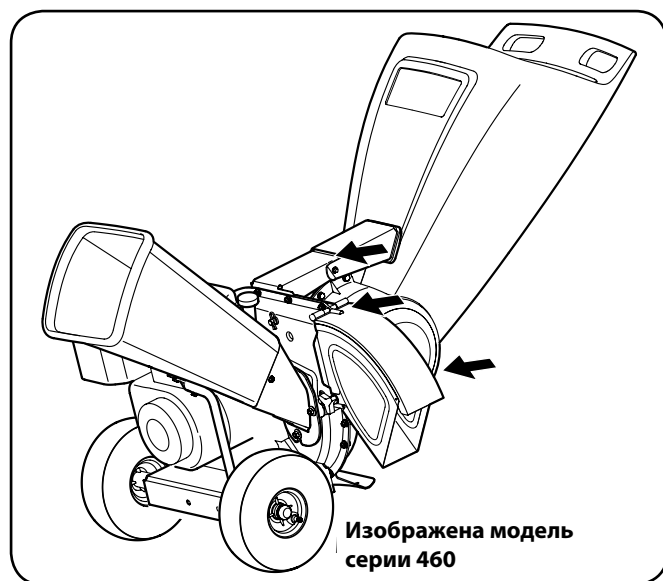

Рис. 6-1
1. Смазывайте жидким маслом тягу фиксатора и пружину один раз в сезон. См. рис. 6-1.